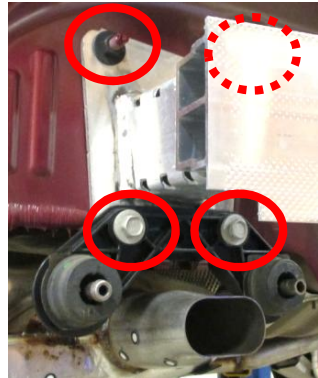

Figure 3
- Enlèvement de la poutre de pare-chocs** – Utiliser une douille 15 mm pour retirer deux (2) écrous à embase et deux (2) boulons de la poutre de pare-chocs de chaque côté, voir **Figure 3**. Enlever avec soin la poutre de pare-chocs et le support de tige d'échappement. Utiliser un support pour éviter d'endommager le silencieux.
2. Enlèvement de la poutre de pare-chocs – Utiliser une douille 15 mm pour retirer deux (2) écrous à embase et deux (2) boulons de la poutre de pare-chocs de chaque côté, voir **Figure 3**. Enlever avec soin la poutre de pare-chocs et le support de tige d'échappement. Utiliser un support pour éviter d'endommager le silencieux.